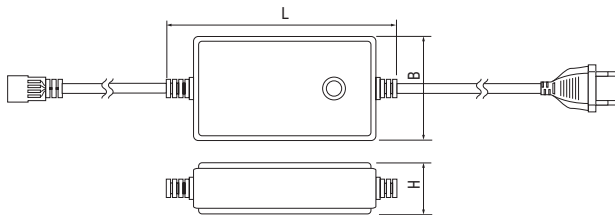
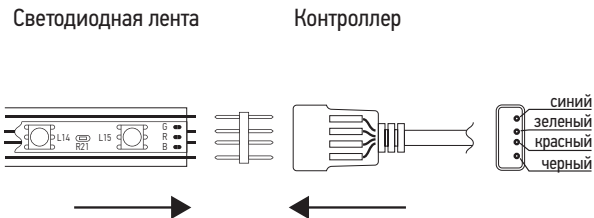

Рис.1 Габаритные размеры контроллера для светодиодной ленты MVS-5050 RGB без пульта (Рис. 1)
Рис. 2 Схема подключения контроллера для светодиодной ленты MVS-5050 RGB без пульта (Рис. 2)
1.1 Контроллер для светодиодной ленты MVS-5050 RGB без пульта (Рис.1) предназначен для управления режимами работы многоцветной (RGB) светодиодной ленты сетевого напряжения 220В.
- 5.1 Подключать контроллер (Рис.1) к светодиодной ленте **MVS-5050 RGB** согласно схеме, приведенной на Рис.2 **только при отключенном питании**